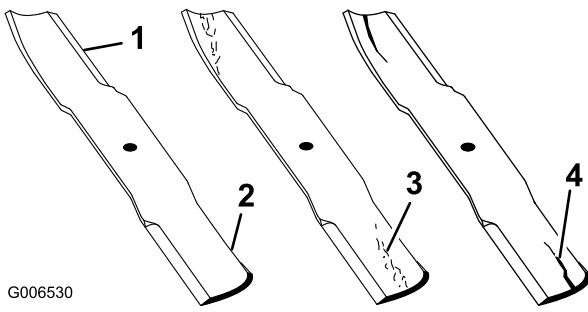

Figura 53
2. Inspeccione las cuchillas, especialmente la parte curva (Figura 53). Si observa fisuras, desgaste o la formación de una ranura en esta zona (elemento 3 en la Figura 53), instale de inmediato una cuchilla nueva.
1. Inspeccione los filos de corte (Figura 53). Si los bordes no están afilados o tienen muescas, retire las cuchillas y afílelas. Consulte Afilado de las cuchillas.